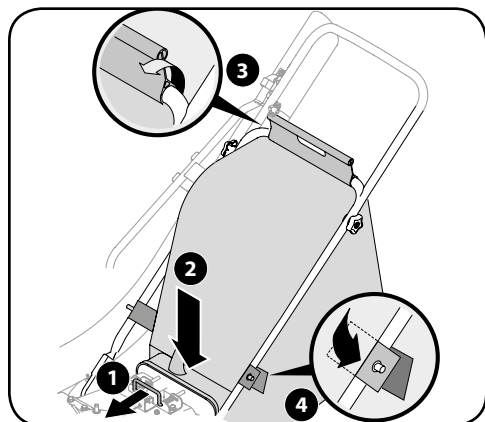

Рисунок 3-6
1. Одной рукой возьмитесь за рукоятку мешка и переместите другой рукой зажимной стержень на монтажном кронштейне в сторону двигателя. При перемещении зажимного стержня используйте торец монтажного кронштейна как рычаг. См. рисунок 3-6.
4. Поместите на мешок нижние жгуты поверх нижней рукоятки и прикрепите их к выступам. См. рисунок 3-6.